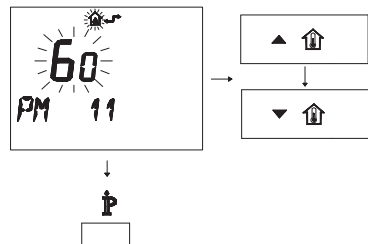

Fig. 5.58
- Per modificare il SET programmato agire sui pulsanti \blacktriangle U o \blacktriangledown U e aspettare che il numero programmato cominci a lampeggiare (Fig. 5.58). Ogni passo incrementato o decrementato corrisponde a 1 secondi.